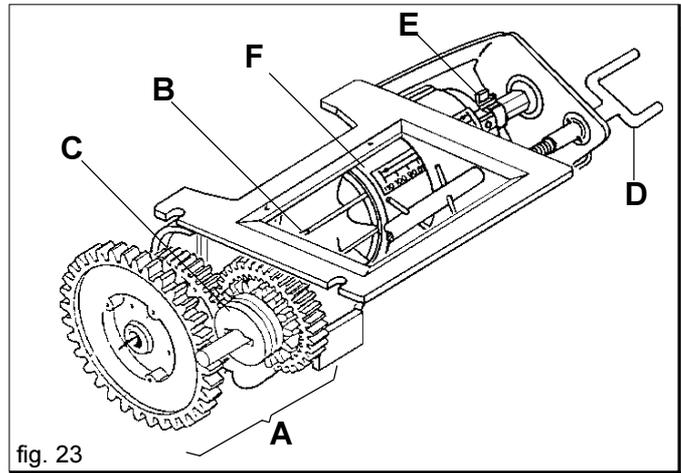
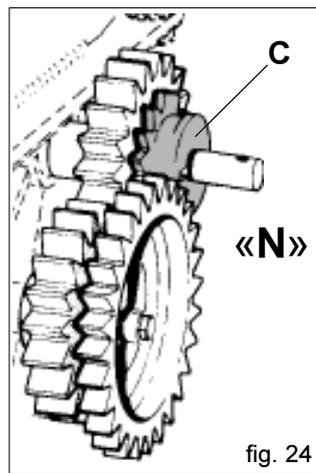
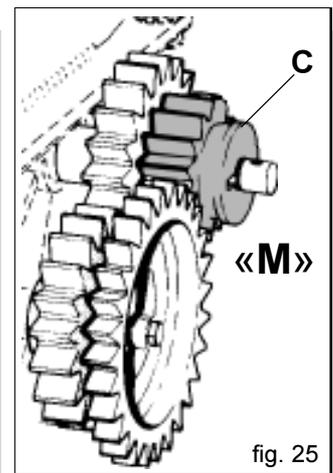
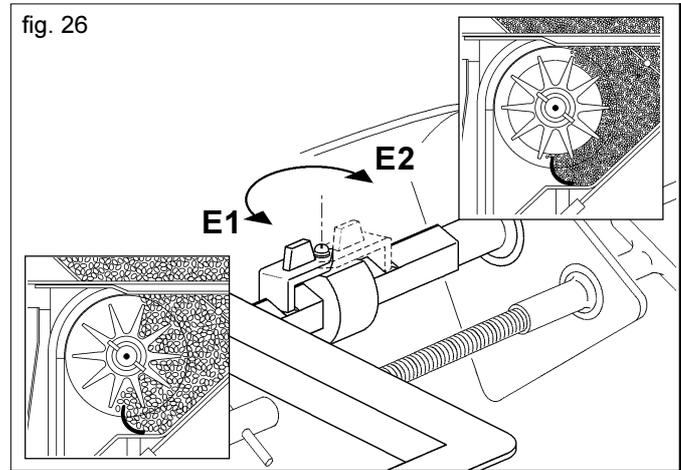

fig. 23
fig. 24
fig. 25
fig. 26
Il dosatore (Fig. 23), organo principale per il funzionamento della seminatrice, è posizionato sotto il serbatoio delle sementi. Riceve il moto dalla ruota di trasmissione per mezzo di ingranaggi (con rapporto proporzionale alla larghezza di lavoro) e catene. Composto da un cambio (A Fig. 23), permette due rapporti di trasmissione al rullo distributore (B) variando la posizione della ruota dentata rossa (C Fig. 24, 25). Nella posizione «N» (Fig. 24), il rapporto al cambio è di 1:1 dettato dalla coppia di ruote dentate Z19; spostando la ruota (C) in «M» (Fig. 25), il rullo distributore dimezzerà i propri giri, in quanto la trasmissione viene composta dalla ruota motrice rossa Z14 e ruota condotta Z28. Eseguendo una prova di dosaggio come descritto nel capitolo 3.4.2 si noterà che, rispetto ad una prova con rapporto 1:1, la quantità di prodotto distribuita risulterà dimezzata (vedi Tabella 4). La posizione «M» della ruota dentata (C) è necessaria per la distribuzione di sementi e quantità rispettivamente piccole. L'asta a vite (D) permette di regolare l'apertura della saracinesca in base al valore, della scala graduata, ricavato dalla tabella e dalla prova di distribuzione (capitolo 3.4.2).
La molla di blocco (E Fig. 23) permette di modificare il campo d'apertura della saracinesca e contemporaneamente la portata del rullo dosatore. La posizione «E1» (Fig. 26) consente un'apertura della saracinesca sulla scala graduata da 0 a 110 con la massima capacità di distribuzione del rullo dosatore; viceversa nella posizione «E2» un'apertura della saracinesca da 0 a 25 e con una riduzione della portata del rullo. È importante ricordare che occorre sempre chiudere completamente la saracinesca (allo 0 della scala graduata) per invertire la posizione della molla di blocco (E).
La **quantità di seme** che deve essere distribuita per ettaro, viene regolata dall'apparecchio di dosaggio (Fig. 23) regolando la saracinesca (F) per mezzo dell'asta a vite (D). Le posizioni della scala di dosaggio corrispondono ai valori della tabella di regolazione nella colonna di sinistra (Tabella 4).